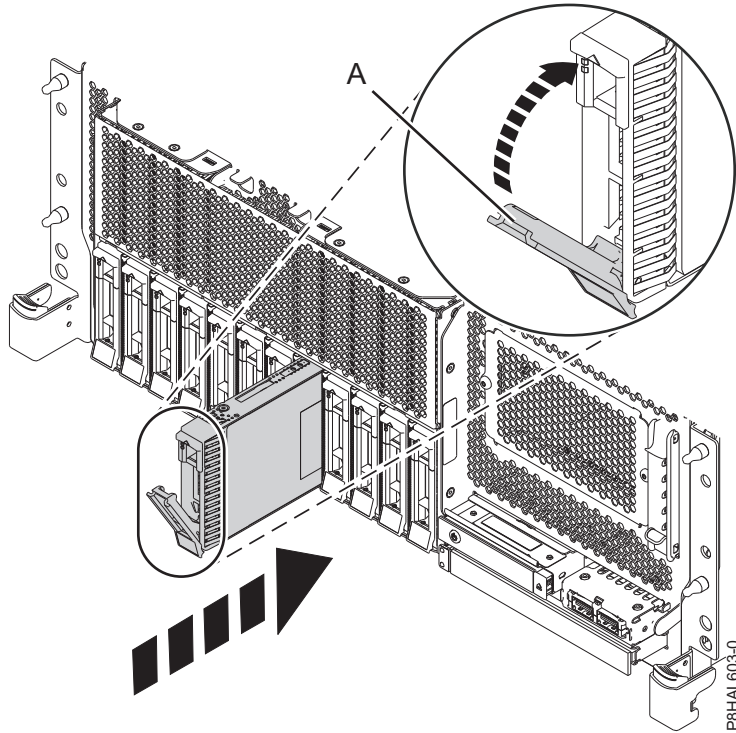
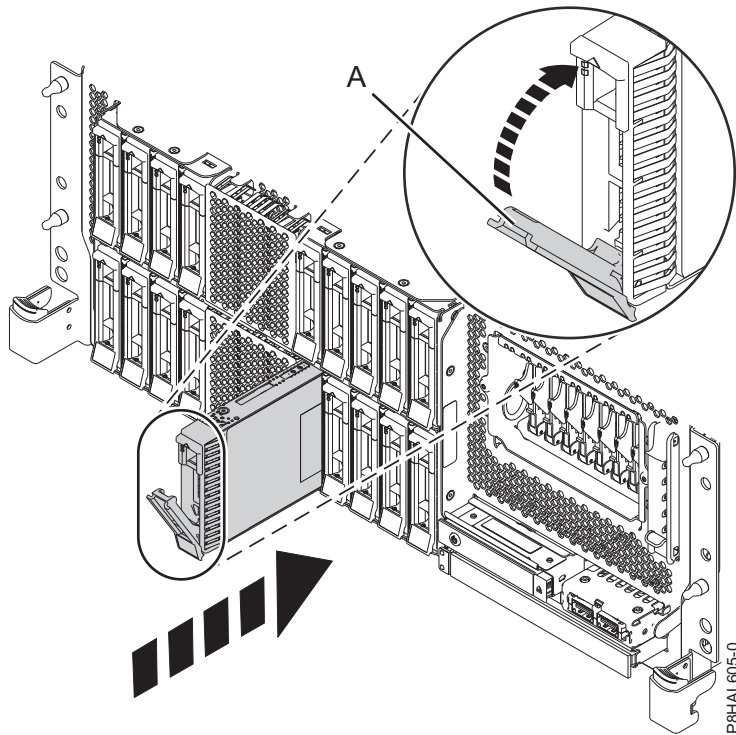

Figura 34. Instalación de una unidad de disco en un sistema de función base montado en bastidor
Figura 35. Instalación de una unidad de disco en un sistema de función ampliada montado en bastidor
4. Desbloquee el asa de la bahía de unidad (A) ejerciendo presión y tirando de ella hacia usted. Si el asa no está extendida del todo, la unidad no entra en el sistema. Consulte la Figura 34 en la página 41, la Figura 35 en la página 41, la Figura 36 en la página 42 y la Figura 37 en la página 43.
9. Cuando el LED de identificación se encienda de manera fija, deslice la unidad hasta el fondo del sistema y empuje hacia dentro el asa de la unidad (A) hasta que quede encajada, como se muestra en la Figura 34 en la página 41, Figura 35 en la página 41, la Figura 36 en la página 42 y la Figura 37 en la página 43.